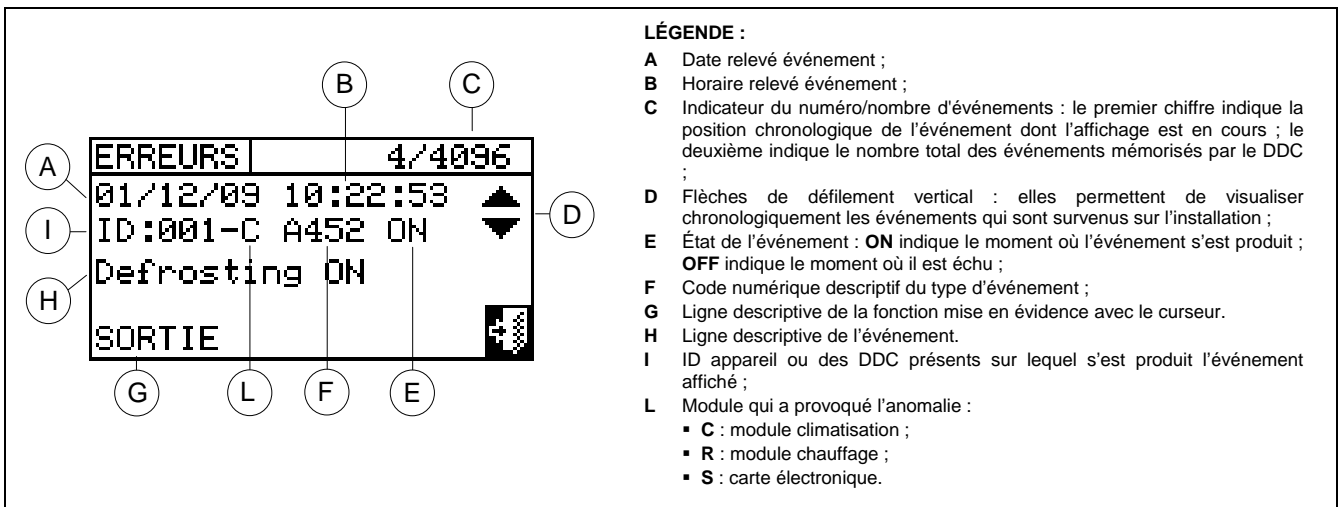

Figure 6 – EXEMPLE D'ECRAN DU MENU HISTORIQUE DES EVENEMENTS (HISTORIE D'ERREURS)
À l'intérieur de l'écran, vous pouvez visualiser tous les paramètres qui caractérisent un événement d'avertissement (warning) ou d'erreur. Tous les événements sont ordonnés chronologiquement du plus récent au moins récent. On peut voir l'heure à laquelle se produit l'événement et son heure de retour. Pour chaque événement, le système fournit les indications suivantes comme le montre la Figure 6 :date, heure, ID machine, code d'erreur ou d'avertissement (warning), indication éventuelle du module ("C" Climatisation, "CH" Chauffage) qui a provoqué l'événement ; l'indication ON se réfère à l'apparition de l'événement d'avertissement ou d'erreur ; l'indication OFF se réfère à sa disparition. En outre, dans la partie centrale de l'écran, vous pouvez voir une brève description du type d'événement qui s'est vérifié.
La Figure 6 montre l'écran du menu Historie d'erreurs.
- 4 - Positionnez le curseur sur les flèches de défilement vertical (voir détail "D" de la Figure 6 ) pour dérouler les événements, du plus récent au moins récent.